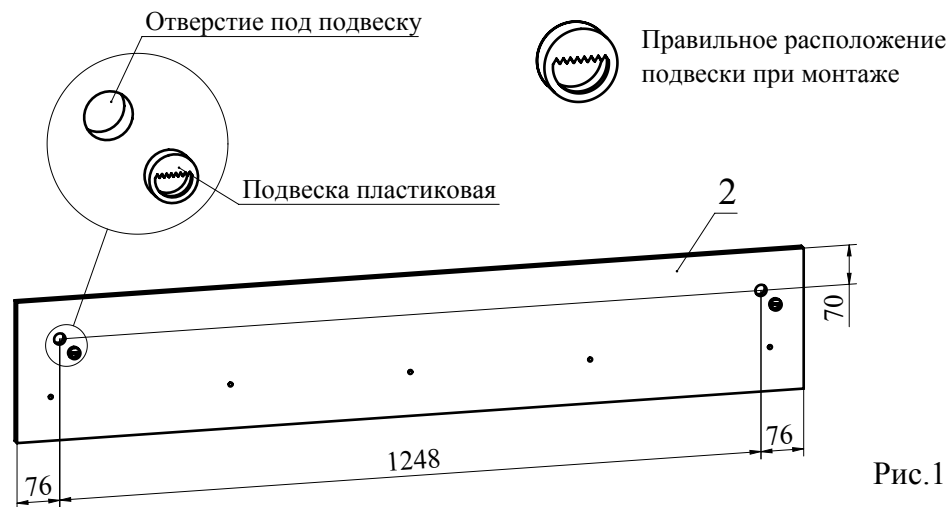

Рис.1
1. С помощью карандаша и рулетки разметьте стену (Рис. 1). Просверлите два отверстия под дюбель. Вбейте два дюбеля и вкрутите крючки для навесов.
2. Установите подвески пластиковые в деталь 2 (Рис. 1).
Важно: установите подвеску пластиковую таким образом, чтобы площадка с зубчатой опорой была строго вверху (Рис. 1). Такое расположение подвески обеспечит легкое выполнение монтажа полки на стене и ее регулировки.